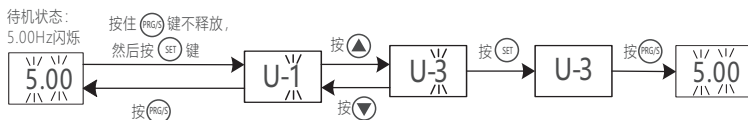

图7-9 组合按键选择菜单模式
3个单位指示灯分别对应Hz、A、V等单位指示，如图7-9所示。
a) 通过组合按键的方式修改菜单模式如图7-9所示：